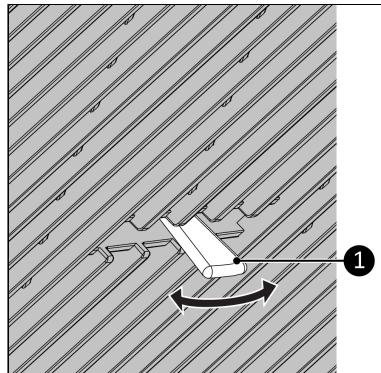

Figure 66.
2. Ajustez les lamelles en déplaçant la poignée vers la gauche/droite (Figure 66, pos. 1) afin de changer la direction du vent.